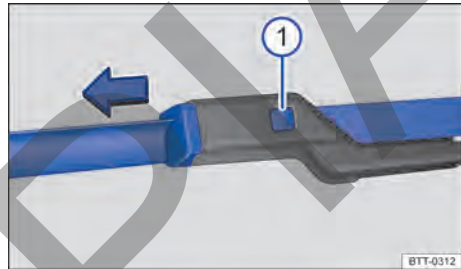

Fig. 159 Sustituir las escobillas de los limpiaparabrisas.
- Mantenga la tecla de desbloqueo → fig. 159 ① pulsada y, al mismo tiempo, retire la escobilla de los limpiaparabrisas en el sentido de la flecha.